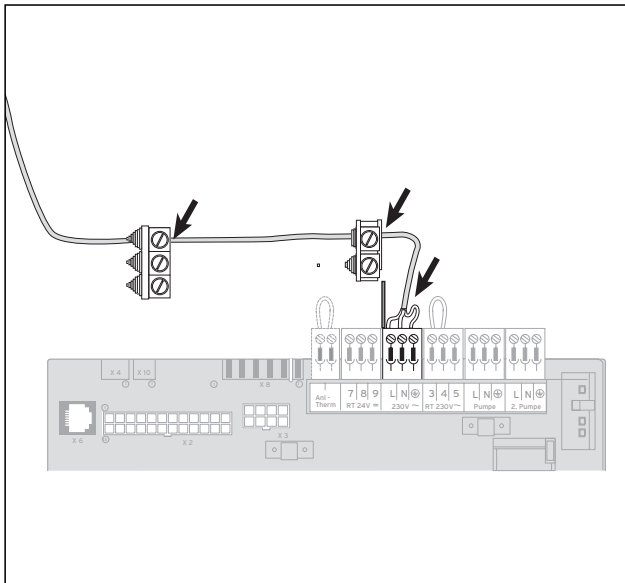

Abb. 5.13 Netzzuleitung anschließen
- Verlegen Sie die Netzzuleitung zur Anschlussebene im Schaltkasten wie in Abb. 5.13 gezeigt.